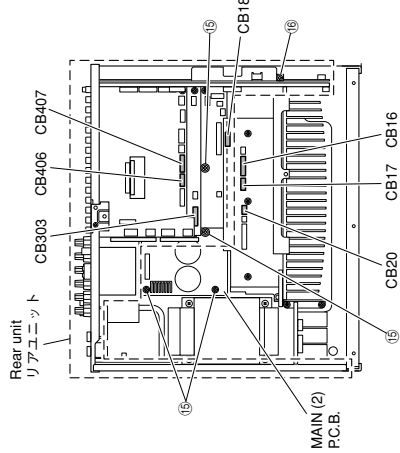

Fig. 7
- Remove 4 screws (15), 1 screw (16) and 1 screw (17). (Fig. 7)
- Remove CB16-18, CB20, CB303, CB406 and CB407. (Fig. 7)
- Remove the rear unit and MAIN (2) P.C.B.. (Fig. 7)
- 14のネジ4本、16のネジ1本、17のネジ1本を外します。(Fig. 7)
- CB16-18、CB20、CB303、CB406、CB407を外します。(Fig. 7)
- リアユニットおよびMAIN(2)P.C.B.を取り外します。(Fig. 7)